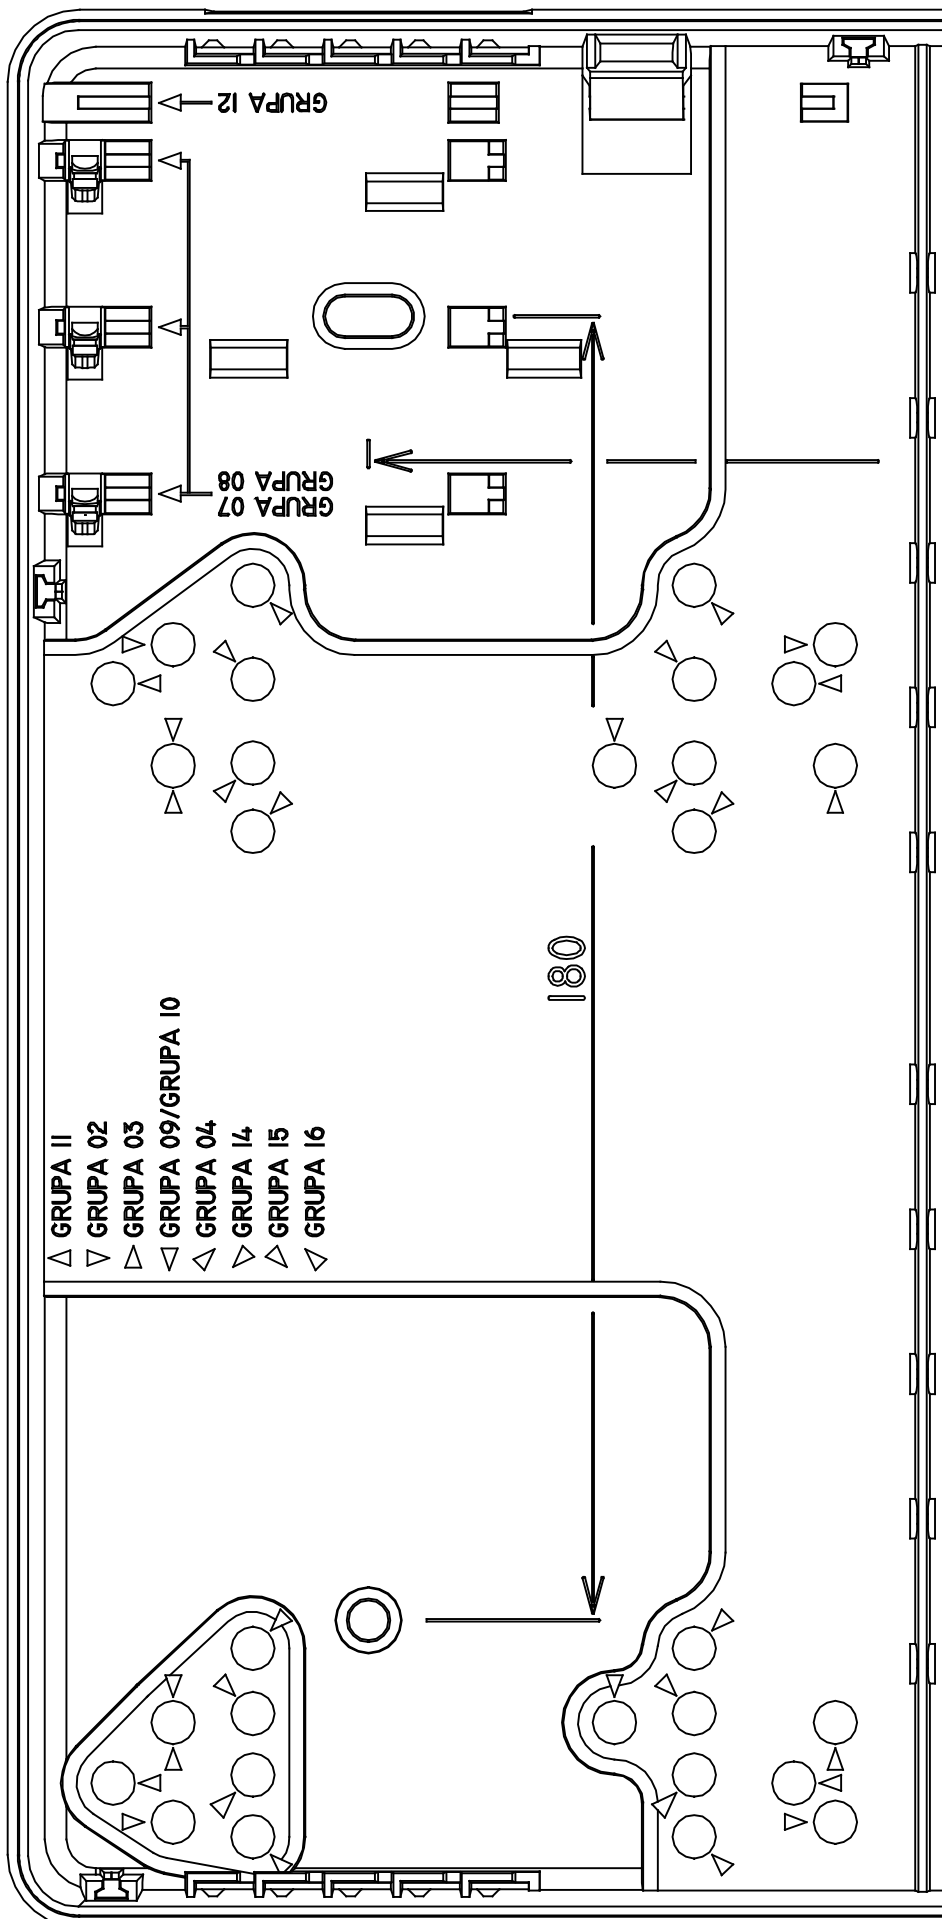

Рисунок 1. Вид части корпуса с местом для установки модулей.
Таблица 1. Устройства, устанавливаемые в корпус OPU-4 P и OPU-4 PW (см. рис. 1).
1. В соответствующие отверстия основания вставьте пластмассовые шпильки для крепления платы электроники (метки облегчают выбор соответствующих отверстий – см. рисунок 1 и таблица 1).